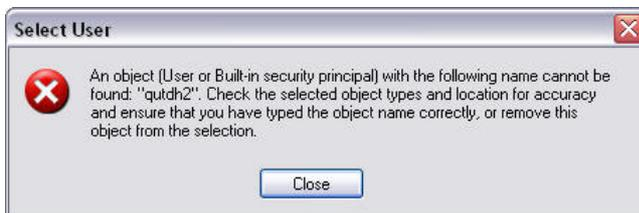

FIG. 61
- j. Se il computer non riesce a trovare il nome utente, sarà visualizzato il messaggio di errore illustrato nella FIG. 61. Verificare la precisione dei tipi di oggetti selezionati e la posizione, e tentare di immettere nuovamente il nome utente. Se è restituito ancora un messaggio di errore, contattare il responsabile IT per ricevere assistenza.